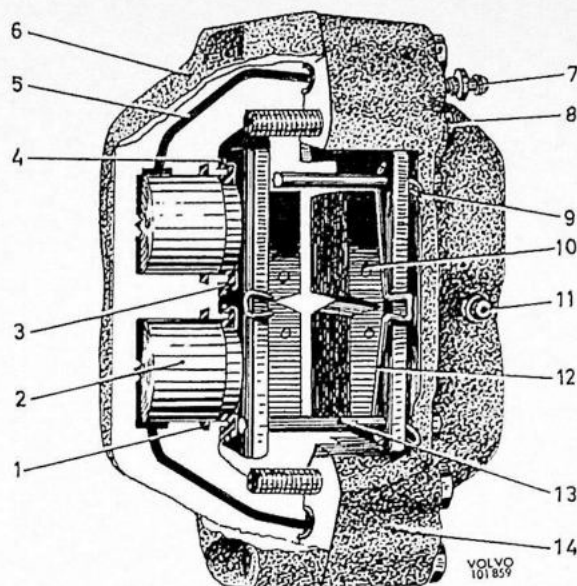

Fig. 5-8. Voorwielremjuk
Aan de fusee is een inrichting gemonteerd die we van nu af aan het voorwielremjuk (2) zullen noemen, dat de wielremcilinders en de remblokken herbergt. Het voorwielremjuk bestaat uit een huis uit twee helften (6 en 14, Fig. 5-8), die samengevoegd zijn door middel van bouten en gelegen zijn aan beide zijden van de remschijf. Elke helft bevat twee cilinders en zuigers. De bovenste cilinder is geheel gescheiden van de onderste, maar beide bovenste en onderste cilinders zijn ieder door kanalen met de korresponderende cilinder in de andere helft verbonden. De taak van de oliekeerringen (1) is gedeeltelijk het voorkomen van het uitsijpelen van remvloeistof en gedeeltelijk om de zuigers na het remmen in de ruststand terug te brengen. Rubber stofkappen verhinderen het binnendringen van vuil. Iedere oliekeerring heeft een vierkante doorsnede en drukt tegen de zuiger vanuit een enigszins schuin staande groef in het huis. De remblokken (10) zijn voorzien van ingeperste voeringen en worden op hun plaats gehouden door middel van geleidepennen (13).